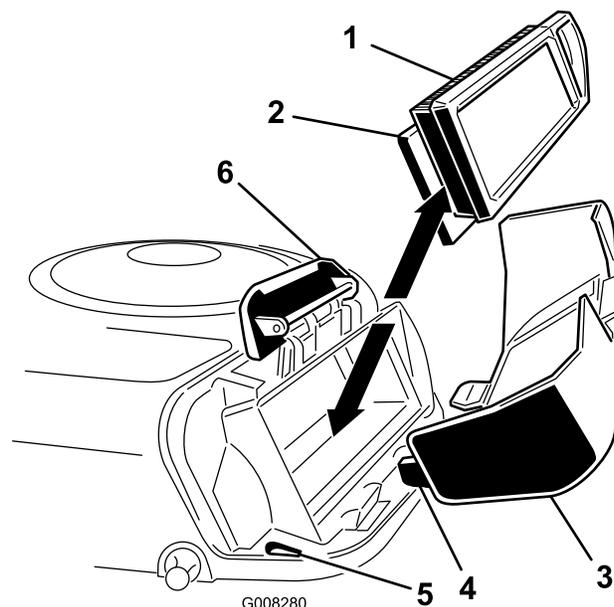

Bild 21
2. Fluchten Sie die Nasen des Luftfilterdeckels mit den Schlitzen im Gebläsegehäuse aus (Bild 21). Haken Sie den Griff in die Abdeckung ein und drücken auf den Griff, um diesen einzurasten.